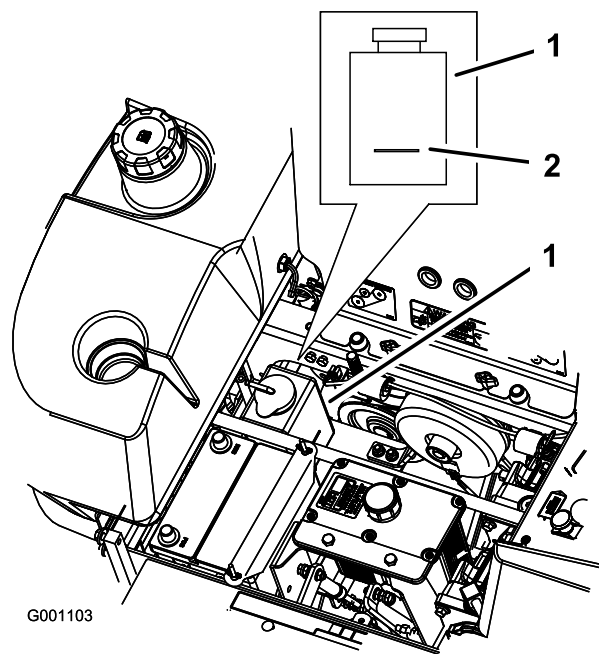

Figura 67
3. Con el motor frío, compruebe el nivel del depósito de expansión. El nivel de líquido debe llegar a la línea en relieve en el exterior del depósito de expansión (Figura 67).
4. Si el nivel de refrigerante es bajo, añada una mezcla al 50% de anticongelante de larga vida y agua al depósito de expansión (Figura 67).
5. Añada la mezcla al 50% de refrigerante al depósito de expansión y llénelo hasta la línea marcada en el depósito (Figura 67).